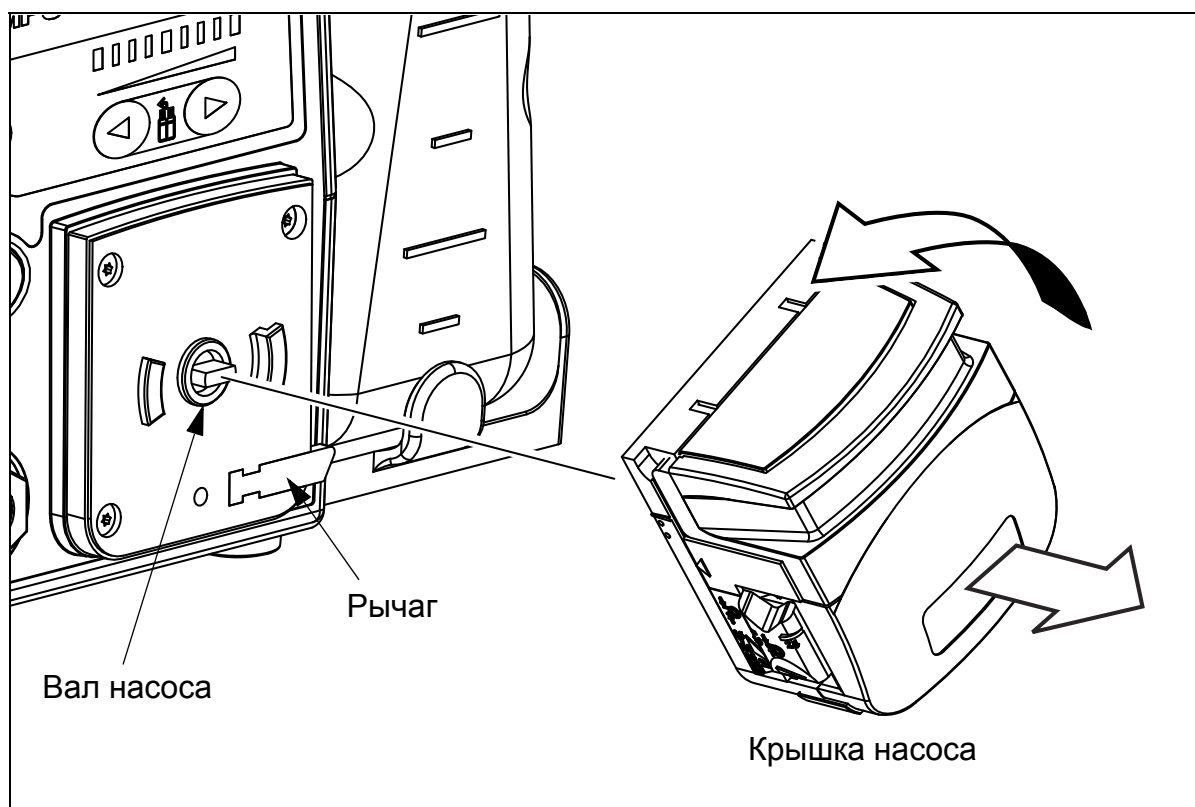

Рис. 6.1.
- **Отсоединение крышки насоса.** Нажмите рычаг и поверните крышку насоса против часовой стрелки (приблизительно на 45°) так, чтобы она вышла из крепежной пластины (Рис. 6.1.). Тщательно промойте крышку насоса слабым водным раствором моющего средства. Время от времени проверяйте свободное движение движущихся частей ротора. Время от времени смазывайте основные узлы и ролики тефлоновой смазкой.